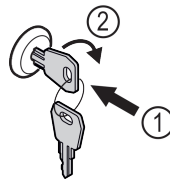

Fig. 171
- ▶ Dugja be a kulcsot. Fig. 171 (1)
- ▶ Forgassa el a kulcsot 90°-kal az óramutató járásával megegyező irányba. Fig. 171 (2)